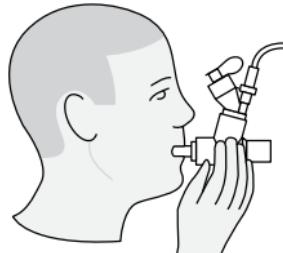

Rysunek 11. Podłączanie urządzenia do maski
2. Obrócić kolanko z odpowietrznikiem stosownie do ułożenia pacjenta (Rysunek 11).
Ostrzeżenie: Utrzymanie nebulizatora w pozycji pionowej zapewnia prawidłowy przebieg nebulizacji (Rysunek 11 i Rysunek 12).